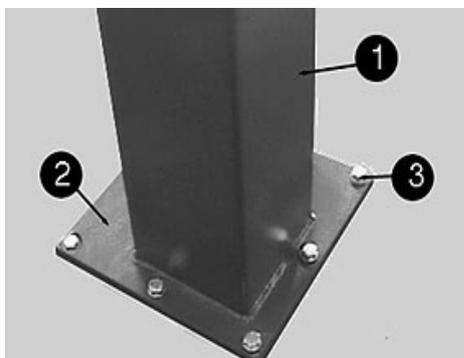

Fig 13: Fijación en el suelo
- Hacer las perforaciones en las bases de columna para la fijación con tornillos. (Fig. 13). Después limpiar los agujeros y hacer entrar los tornillos de fijación. **El fabricante recomienda tornillos de fijación de LIEBIG Tipo B 25 o tornillos de otros fabricantes con características semejantes.** Antes de la fijación comprobar que el hormigón con una calidad de B25 llegue al borde superior del suelo. En este caso determinar el largo de los tornillos según fig. 20 en el apéndice. Si el suelo es de baldosas determinar el espesor de esta capa y elegir el largo de los tornillos según fig. 21 en el apéndice.